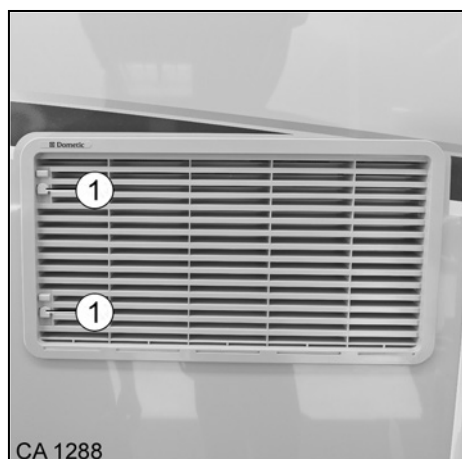

Fig. 151 Grille de ventilation du frigo
2. A l'aide d'un objet plat (clé du véhicule par ex.), glisser les verrous (Fig. 151/1) vers le haut.
2. Rentrer le côté gauche et glisser le verrou (Fig. 151/1) vers le bas.